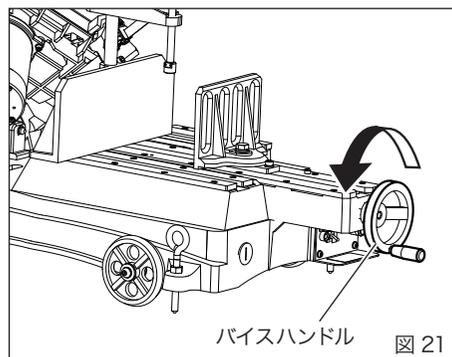

図 21
①バルブレバーを右いっぱい回し、フレームの持ち手部を持って切断材料が入る高さまで上げてください。
②バイスハンドルを反時計方向に回すとプレート A とプレート B 間は広がります。切断材料が入る幅まで広げてください。(図 21)
③切断材料をプレート A に沿うようにバイスに置きます。